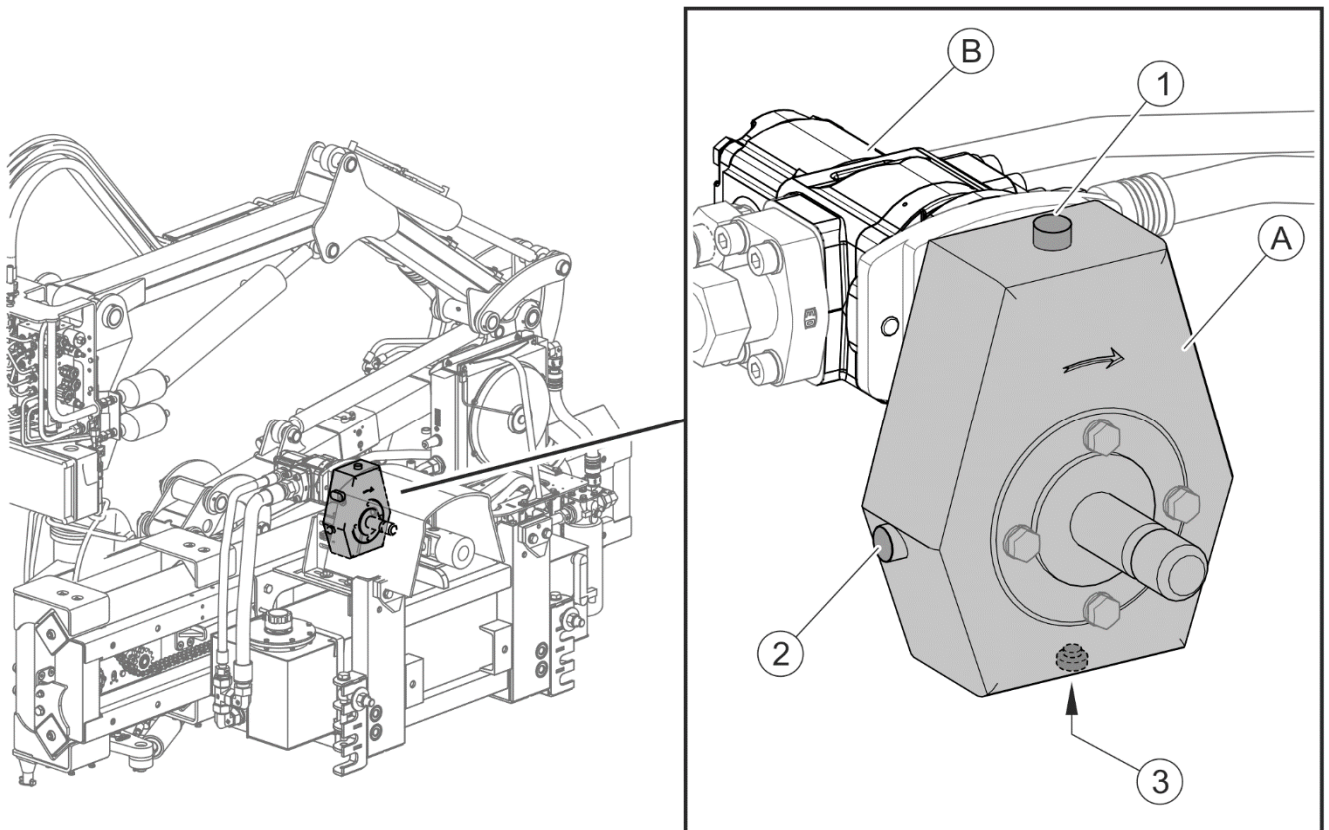

FIGURA 5.3 Multiplicatorul cu pompe hidraulice
Multiplicatorul (A) (FIGURA 5.3) este utilizată pentru transmiterea acționării din arbore PDP al suportului de unelte prin transmisie dințată la ansamblul de pompe hidraulice (B), care acționează tot sistemul hidraulic al brațului multifuncțional și motorul capului de lucru.